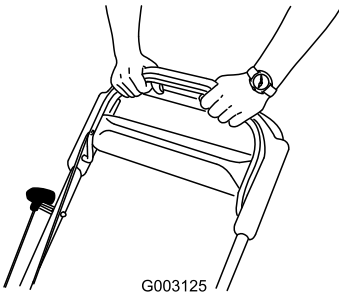

Figure 31
3. Maintenez la barre de commande de la lame contre le guidon (Figure 31).